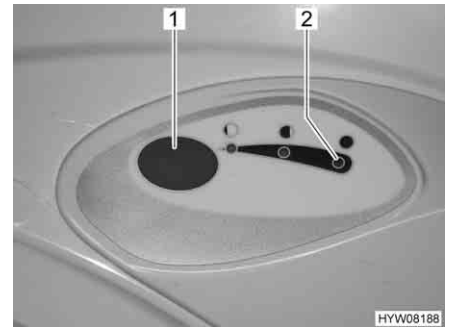

Bild 191 Spülknopf/Kontroll-Leuchte Thetford-Toilette
- Zum Spülen den blauen Spülknopf (Bild 191,1) drücken.
Die Kontroll-Leuchte (Bild 191,2) leuchtet, wenn der Fäkalientank entleert werden muss.